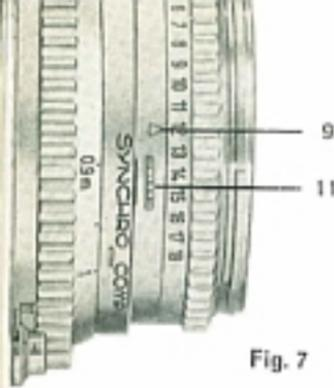

Fig. 7
En poussant le bouton (11) en arrière, on libère la bague avec l'indice de lumination rouge. Le réglage se fait rapidement et commodément en tournant vers le haut le côté droit de l'appareil. On a alors sous les yeux l'échelle de temps de pose et les indices de lumination. La variation de l'échelle des vitesses peut être reportée directement à la valeur de l'indice de lumination sur l'index 9 de la fig. 7. Il en résultera une série de combinaisons diaphragme-temps de pose, qui donneront toutes une exposition exacte (voir fig. 9).